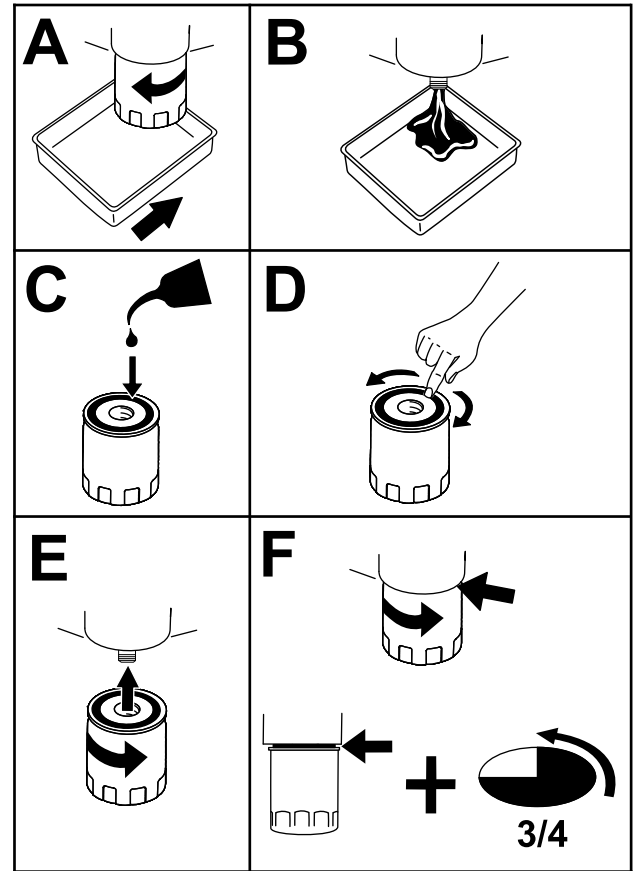

Figura 43
5. Înlocuiește filtrul de ulei de motor (Figura 43).